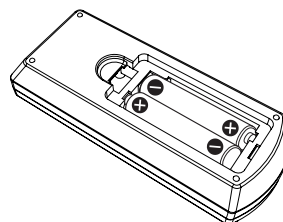

Fig.2
- 2) **Inserire le batterie e chiudere il coperchio. (Inserire prima il lato “-“.) (Fig. 2)**